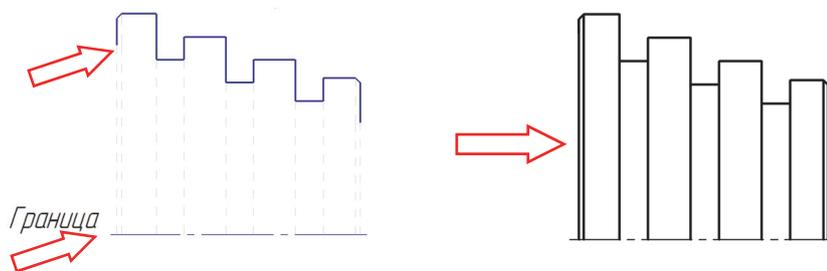

Рис. 2.9-1
Достроить деталь, продлив верхние короткие вертикальные сплошные основные линии трех проточек детали вниз до границы – горизонтальной осевой линии. Построить линии двух фасок по краям детали (рис. 2.9-1).
4. В ответ на сообщение *Укажите кривую для выравнивания* щелкнуть мышью в верхней части первого вертикального отрезка (показано верхней стрелкой слева на рис. 2.9-1). Система продлит отрезок вниз до пересечения с границей – осевой линией.